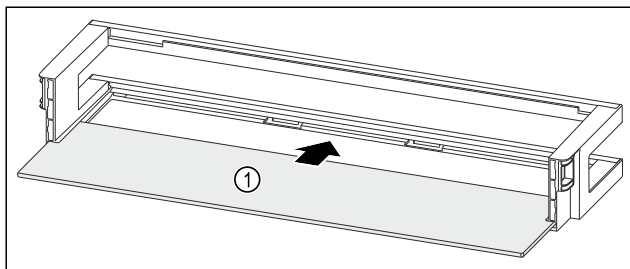

Fig. 52 Raft montat pe ușă cu raft
- ▶ Împingeți în interior raftul Fig. 52 (1) în degajările laterale.